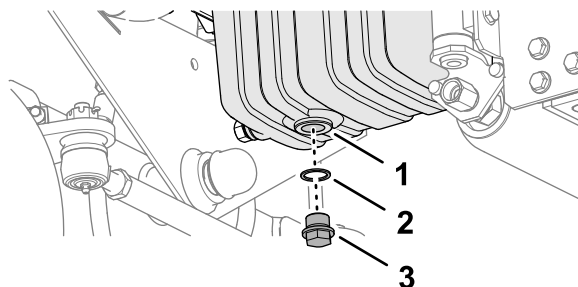

Figura 66
3. Togliete il tappo di spurgo e lasciate defluire l'olio in una bacinella (Figura 66).